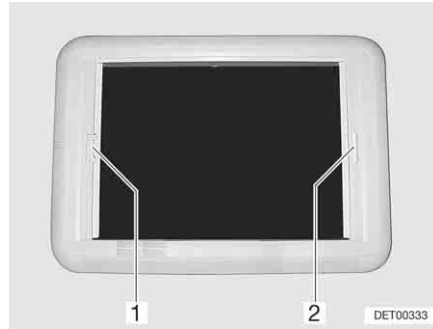

Fig. 61 Oblò Heki, bloccaggio tenda a rullo
- Tirare l'oscurante a rullo per la maniglia (Fig. 61,2) verso la maniglia contrapposta della zanzariera a rullo (Fig. 61,1) e farlo innestare.
- Con l'altra mano premere il listello di sblocco in direzione dell'impugnatura tenendo l'impugnatura della zanzariera a rullo (Fig. 61,1). Il bloccaggio si sblocca.
- Tirare la zanzariera a rullo per la maniglia (Fig. 61,1) verso la maniglia contrapposta dell'oscurante a rullo (Fig. 61,2) e farla innestare.
- Tenere ferma la zanzariera a rullo (Fig. 61,1) con l'impugnatura e premere il listello di sblocco in direzione dell'impugnatura. Il bloccaggio si sblocca.